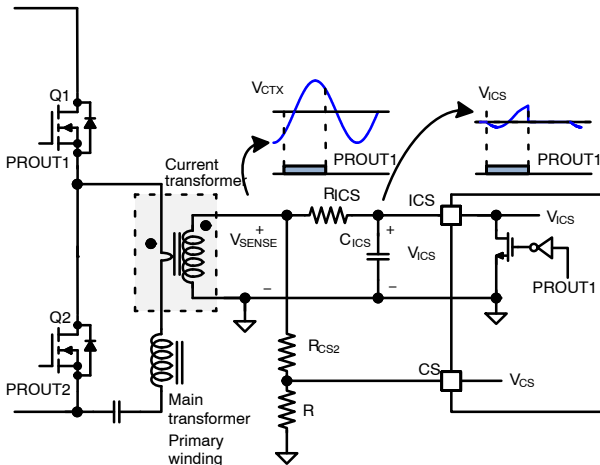
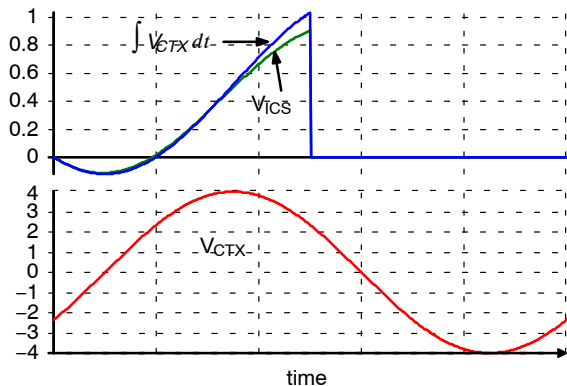
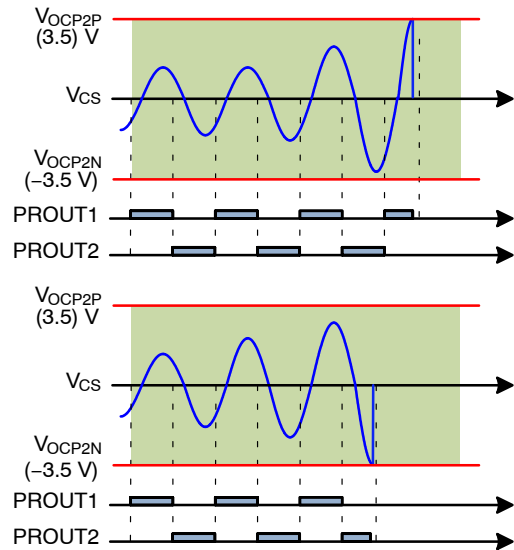

図 61. FAN7688 の電流センス
図 62. VSENSE からの積分信号 (VICS) の生成
図 66. CS ピンの過電流保護
FAN7688 は瞬時のスイッチ電流とスイッチ電流の積分値を検出します(図 61参照)。FAN7688 は2次側に配置されるため、1次側電流検出には電流トランスを使用するのが一般的です。PROUT1 が Low の場合、ICS ピンは内部リセット MOSFET により 0 V にクランプされます。これに対し、PROUT1 が High の場合は、ICS ピンはクランプされず、積分コンデンサ (CICS) は、センス抵抗の電圧 (VSENSE) と ICS ピンの電圧との差によって充電および放電されます。正常動作中は、電力制限しきい値が 1.2 V であるため、ICS ピンの電圧は 1.2 V 以下です。電流センス抵抗、および電流トランスの巻線比は、電流センス抵抗両端の電圧 (VSENSE) が全負荷時で 4 V を上回るように設計する必要があります。従って、CICS の充電および放電電流は電流センス抵抗両端の電圧 (VSENSE) にほぼ比例するはずですが。図 62 に、VSENSE の振幅が 4 V の時の理想的な積分信号と VICS 信号とを比較したものを示します。図から判るように、理想的な積分信号と VICS 信号を比較すると、約 10% の誤差がありますが、ほとんどの設計で許容範囲内です。更に VICS の精度が必要な場合は、VSENSE の振幅を増大させます。
2. 過電流保護 (OCP2)：VCS が 3.5 V より高いか -3.5 V より低い場合、過電流保護 (OCP) がトリガされます。瞬間的な 1 次側電流も CS ピンで検出されます。図 66 に示すように、CS ピンの OCP しきい値は 3.5 V と -3.5 V であるため、通常、図 61 にあるように、分圧回路を使用して  $V_{SENSE}$  から CS 信号を得ます。OCP には 150 ns のデバウンス時間が追加されます。